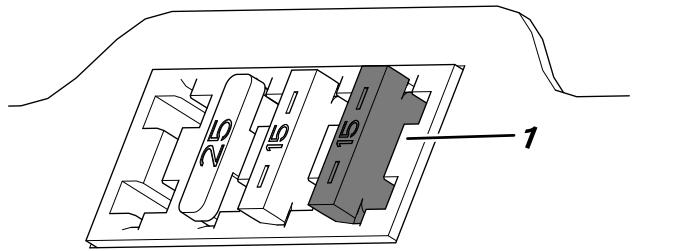

Figura 8
7. Insira o fusível na posição mais distante à direita quando olhar de frente para o bloco de fusíveis (Figura 8).